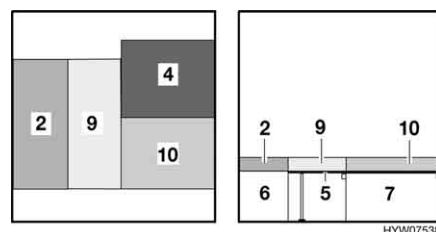

Bild 118 Nach dem Umbau
- Das Zusatzpolster mit dem Einlegebrett (Bild 118,9) zwischen das Sitzpolster der Mittelsitzbank (Bild 118,4) und das Sitzpolster der Längssitzbank (Bild 118,2) legen.
- Das Zusatzpolster (Bild 118,10) auf den Hängetisch (Bild 118,5) legen.